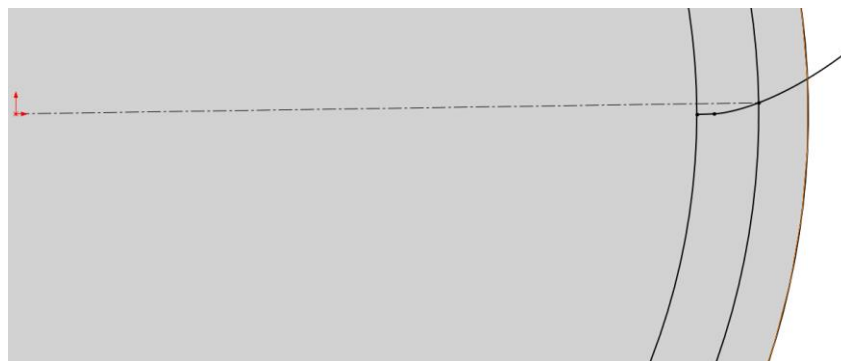

图 3-42 绘制参考直线
(2) 用中心线工具绘制参考直线，直线两端分别在草图原点和渐开线与分度圆的交点，如图 3-42 所示。